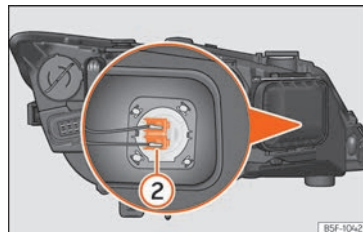

Abb. 112 Fernlichtleuchte.
- Drücken Sie den Stecker »» Abb. 112 ② seitlich nach links oder rechts und ziehen Sie.